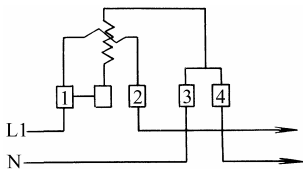
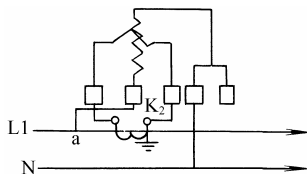

图 3-25 单相电能表直接接线
图 3-26 单相电能表经电流互感器接线
1. 单相电能的测量 单相交流电路的有功电能可用单相电能表（单相瓦时表）测量，单相电能表直接接线如图 3-25 所示，单相电能表经电流互感器接线如图 3-26 所示。